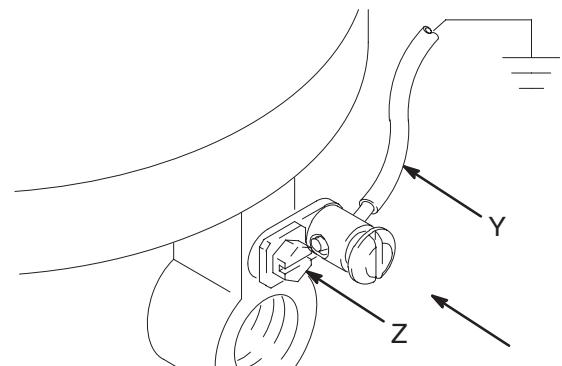

Рис. 2
**Модель № 206078:** Снимите винт заземления (Z) и вставьте в проушину кольцевого зажима на конце провода заземления (Y). Прикрутите винт заземления обратно к насосу и надёжно затяните его. Соедините другой конец провода заземления с фактической линией заземления. См. Рис. 2. Чтобы заказать провод заземления и зажим, оформите заказ на Изделие № 222011.